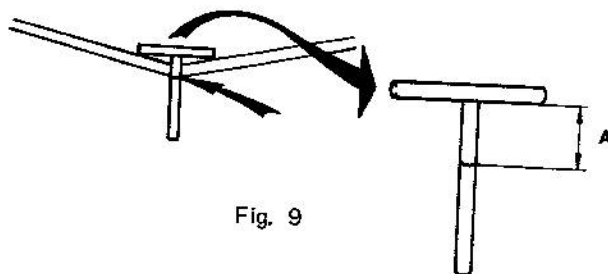

Fig. 9
3. Placera verktyget i hålet med överliggaren tvärskepps, och märk av den vertikala stängens på utsidan av båtbottnen. (Se fig. 9.)
3. Place the tool in the hole with the outrigger thwartships, and mark out the vertical rod on the outside of the boat bottom. (See Fig. 9.)
5. Drag ut T-verktyget och mät av måttet A som visas i fig. 9.
5. Pull out the T-tool and measure A as shown in Fig. 9.